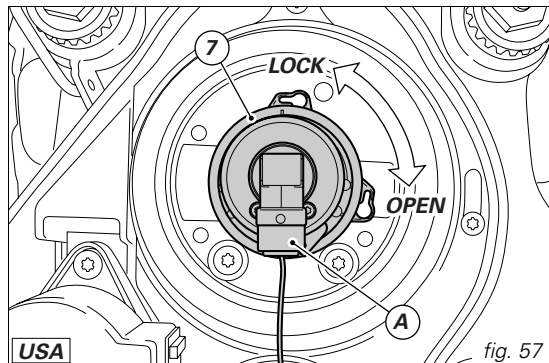

fig. 57
Per rimuovere la lampada anabbagliante (7), dopo aver staccato il connettore (A) dal cablaggio, ruotare il corpo lampada in senso antiorario ed estrarre la lampada bruciata (fig. 57). Sostituirla con una nuova identica. Nel rimontaggio ruotare la lampada in senso orario per bloccarla sul corpo lampada.